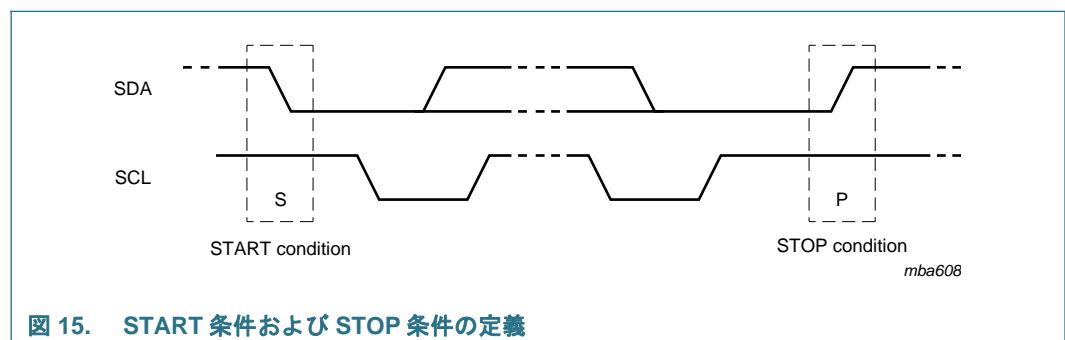

図 15. START 条件および STOP 条件の定義
バスがビジーでないとき、データラインとクロックラインはどちらも HIGH であることが必要です。クロックが HIGH の間におけるデータラインの HIGH から LOW への移行は、START 条件として定義されます (S)。クロックが HIGH の間におけるデータラインの LOW から HIGH への移行は、STOP 条件として定義されます (P) (図 15)。